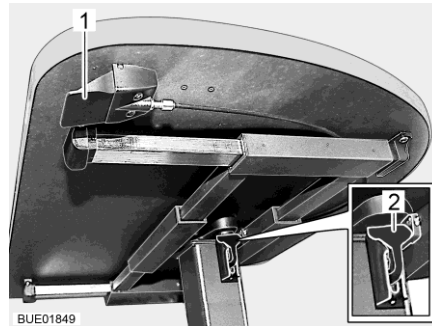

Bild 62 Lyftbord med frigöringsknapp
- Dra eller tryck låsarmen (Bild 62,2) nedåt.
- Tryck låsarmen (Bild 62,2) uppåt.
- Tryck på frigöringsknappen (Bild 62,1) och håll den intryckt. Bordsskivan åker själv upp till det övre ändläget.
- Släpp frigöringsknappen (Bild 62,1). Bordsskivan stannar i den valda positionen.
- Tryck på frigöringsknappen (Bild 62,1) och håll den intryckt.
- Släpp frigöringsknappen (Bild 62,1). Bordsskivan stannar i den understa positionen.